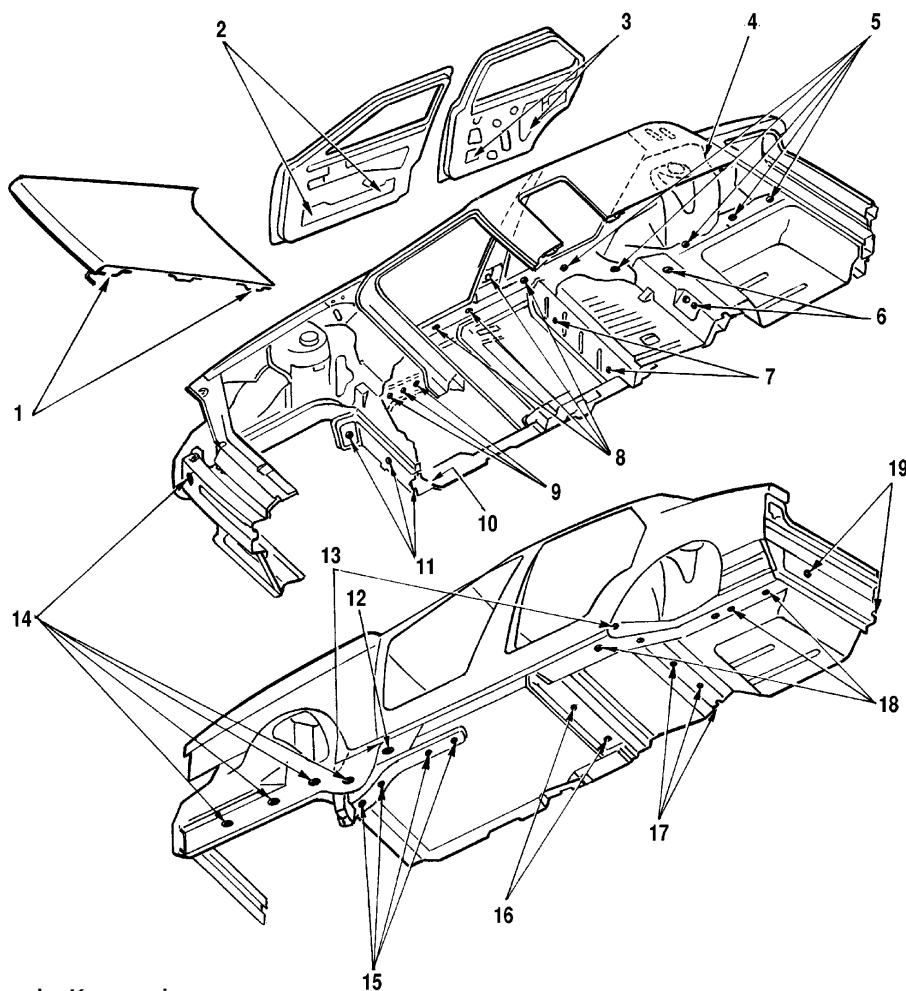

Abb. 8-6. Hohlräume der Karosserie:
- das Fahrzeug in die Kabine transportieren, wo der Antikorrosionsschutz aufgetragen wird und auf der Hebebühne abstellen. Das Antikorrosionsschutzmittel an die auf Abb. 8-6 dargestellten Stellen auftragen;